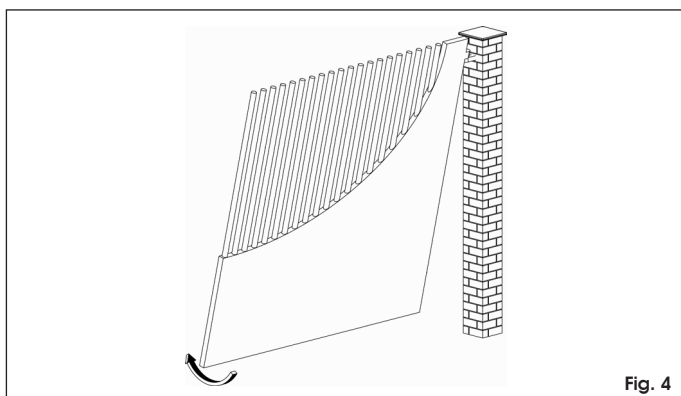

Fig. 4
- draai de vleugel op de as van het bovenste scharnier (Fig. 4).